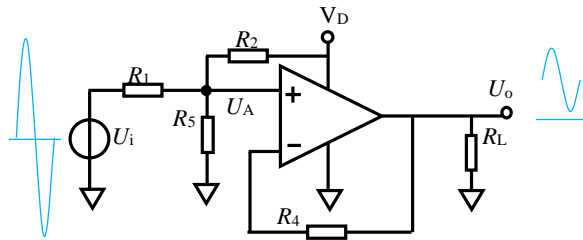

图 5-4 直接耦合单电源提升式同相， $G < 0.5$
要实现更小的增益，在  $U_A$  处增加一个电阻  $R_5$  接地，且将后续  $R_3$  的增益环节去掉，让其变成跟随器。只要  $R_5$  足够小，就可以实现更大程度的衰减，电路结构如图 5-4 所示。
- 1) 确定单电源可以解决问题。给放大电路用单电源 5V 供电，因增益约为 1/10，采用图 5-4 电路结构。